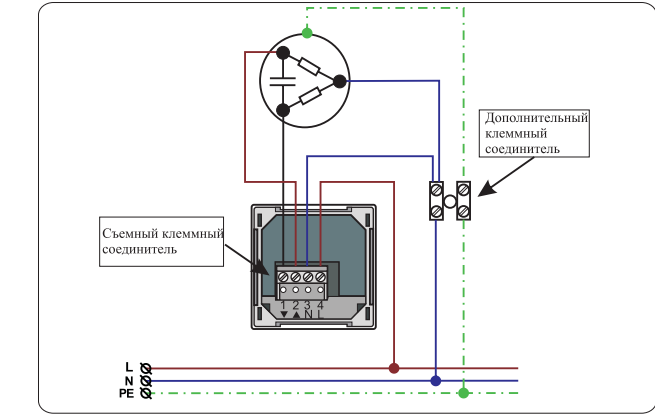

Рисунок 1. Типовая схема подключения
- Ознакомиться со стандартной схемой подключения (см. рис. 1).
- Подключить синий (голубой), провод привода («нейтраль») с помощью дополнительного клеммного соединителя к «нейтрالي» питающей сети (см. рис. 1).
- Отсоединить съемный клеммный соединитель устройства (см. рис. 1).
- Подключить провод направления ВВЕРХ электропривода к контакту 2 устройства (см. рис. 1).
- Подключить провод направления ВНИЗ электропривода к контакту 1 устройства (см. рис. 1).
- Подключить к контакту 3 устройства «нейтраль» питающей сети ~230 В (см. рис. 1).
- Подключить к контакту 4 устройства «фазу» питающей сети ~230 В (см. рис. 1). **Внимание!**